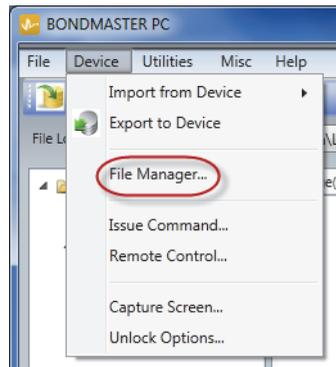

Figura 7-16 Comando File Manager
- ◆ En el menú **Device** del *software* BondMaster PC, seleccione la opción **File Manager**. Ver la Figura 7-16 en la página 226.